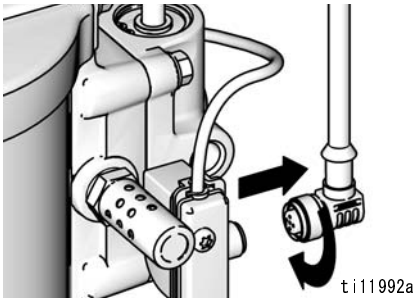

図 16. データトラックの接続の取り外し
1. リードスイッチアセンブリの背面からケーブルのネジを外します。図 16 を参照してください。